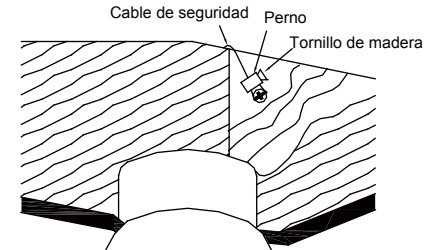

Fig. 14
**Paso 2.** Inserte el cable de seguridad a través del soporte de montaje y uno de los orificios de la caja de salida en el techo. Ajuste la longitud del cable de seguridad para llegar al tornillo y las arandelas tirando del cable adicional a través de la abrazadera del cable hasta que la longitud total sea correcta, vuelva a colocar el extremo del cable a través de la abrazadera del cable, formando un bucle al final del cable. Apriete firmemente la abrazadera del cable. Ahora, coloque el lazo en el extremo del cable de seguridad sobre el tornillo de madera y debajo de la arandela. Apriete firmemente el tornillo de madera. (Fig. 14)